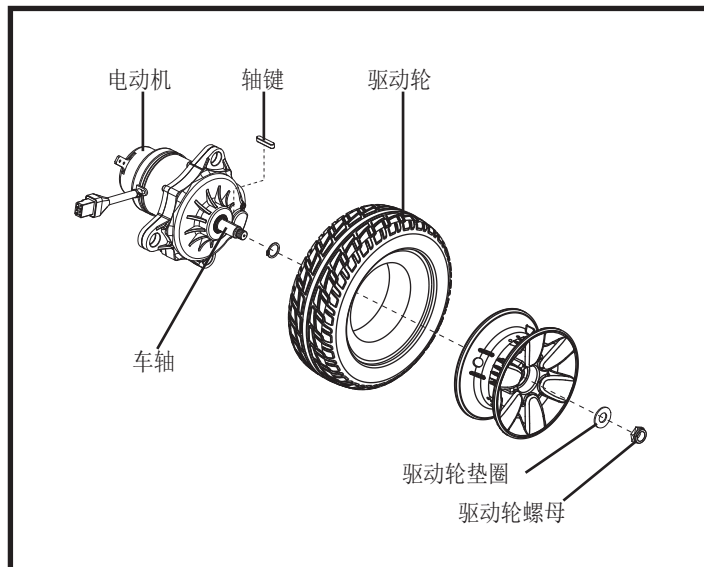

图 17 拆除Jazzy Elite Series 驱动轮
4. 从车轴上取下驱动轮螺母和垫圈。见图17。
8. 重新将驱动轮螺母和垫圈安装到车轴上并上紧。见图17。